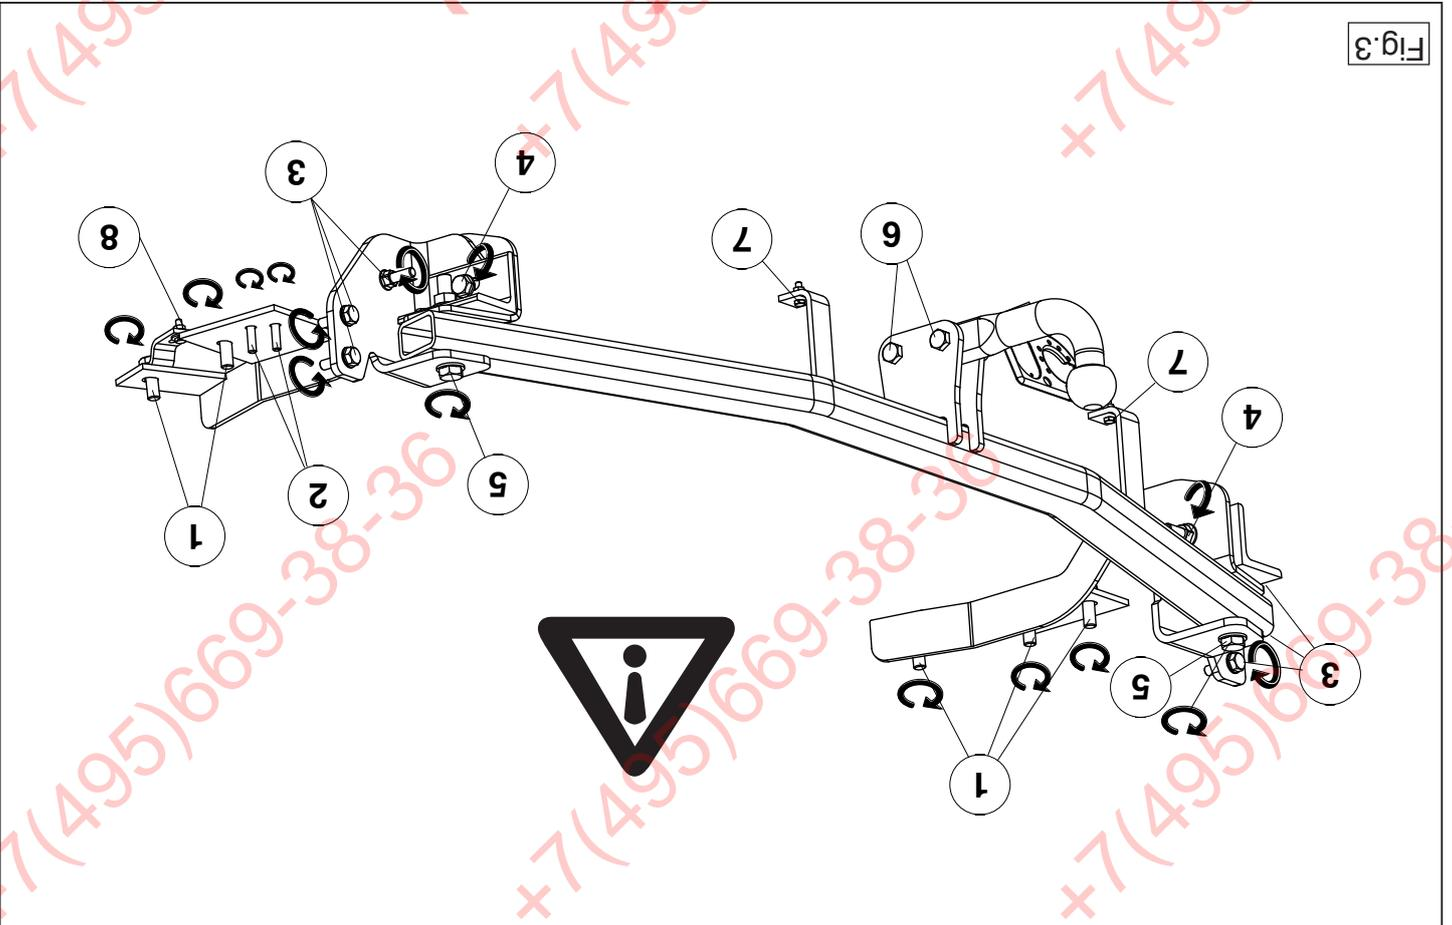

Fig. 3
10. Tighten all nuts and bolts to the torque indicated in the sketch. See fig. 3.
10. Serrer tous les boulons et écrous conformément au tableau. Voir la fig. 3.
10. Spænd alle bolte og møtrikker jf. tabellen. Se fig. 3.
10. Dokręcić wszystkie śruby i nakrętki zgodnie z tabelą. Patrz rysunek 3.